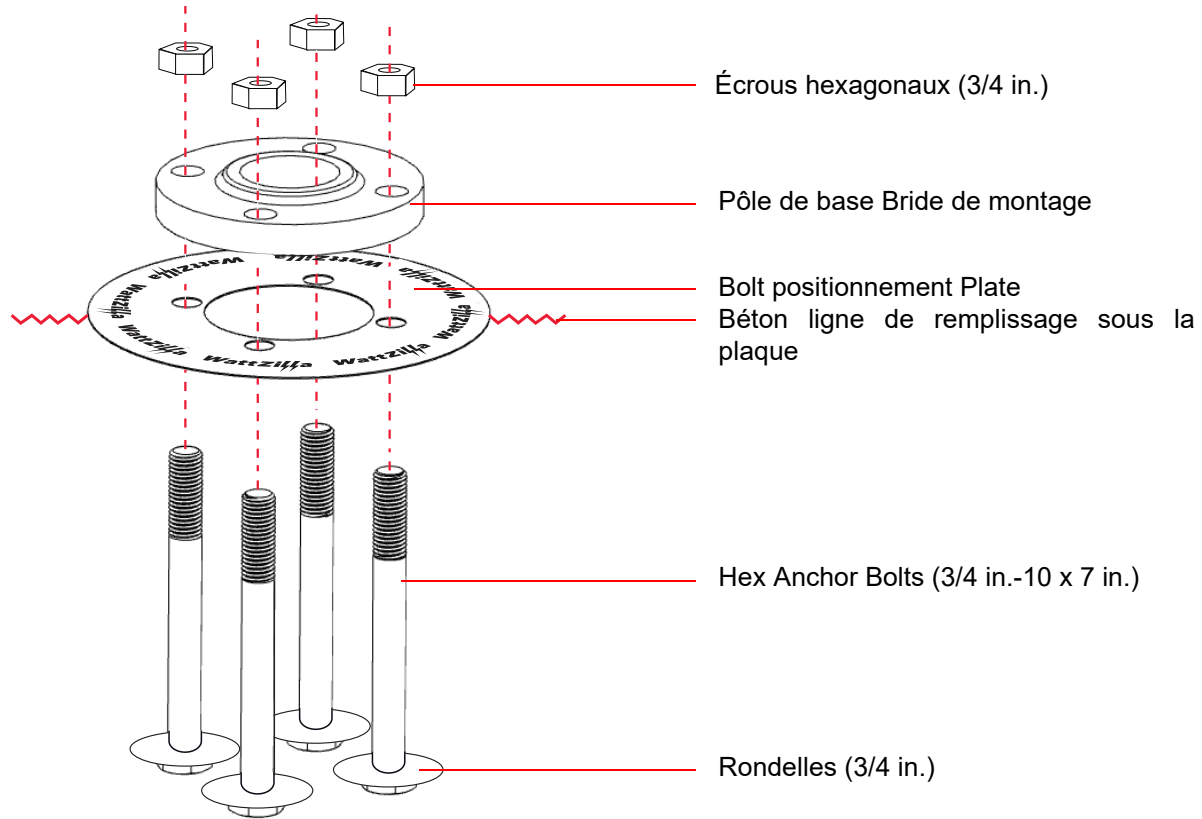

Figure 8. Pole Base de Subassembly
3. Insérer une rondelle sur chacune des vis d'ancrage à tête hexagonale (Figure 8).
10. Faites glisser la bride de montage base de poteau sur la plaque de positionnement du boulon (référence Figure 8).
11. En utilisant une clé , attacher et serrer correctement et serrer un écrou hexagonal sur chacune des extrémités filetées des boulons d'ancrage hexagonal s'étendant hors de la bride (référence Figure 8).